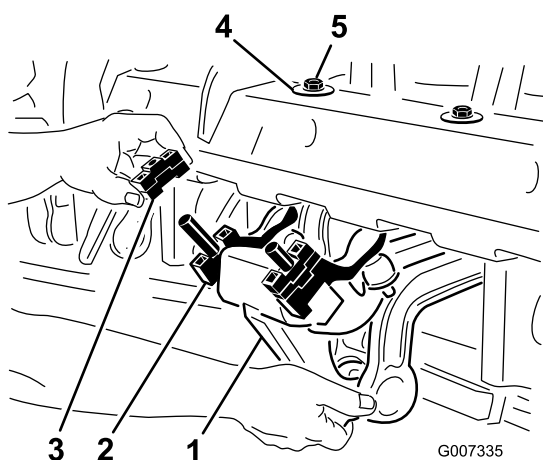

Figure 26
1. Retirez les 2 contre-écrous (½ po) qui fixent l'amortisseur Rotalink sur le dessous du cadre de la tête d'aération (Figure 26).
2. Abaissez l'amortisseur pour exposer les entretoises (Figure 26).
en D contre le cadre de la tête d'aération, comme montré à la Figure 26. Serrez les 2 contre-écrous.